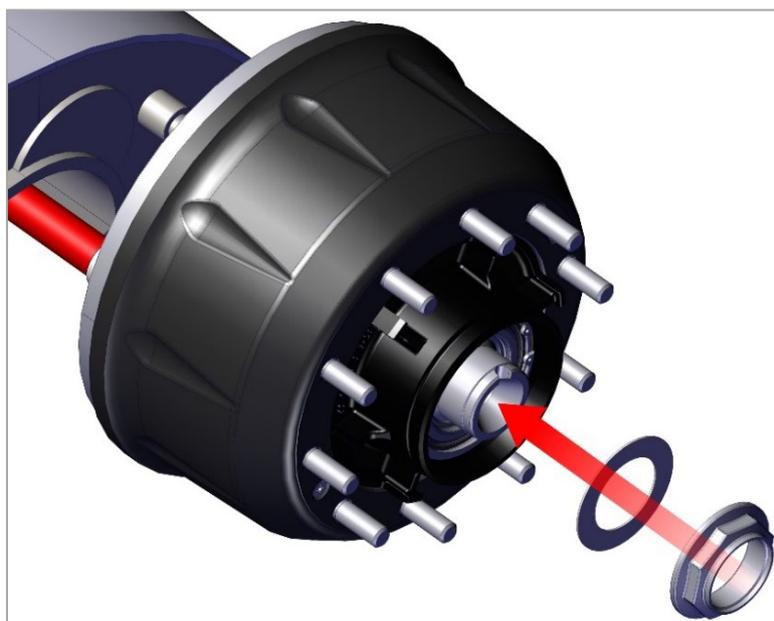

Рис. 14.1. Монтаж упорной шайбы и гайки подшипников ступицы.
2) Установите упорную шайбу и гайку подшипников ступицы (Рис. 14.1).